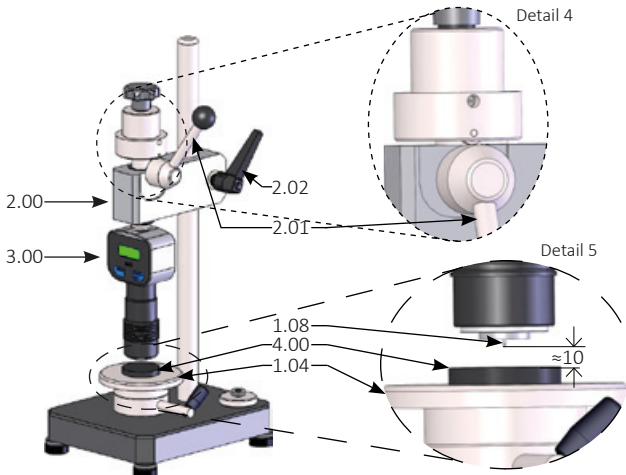

Abb. 6 Härteprüfung Shore A, B, 0, A0, E, L/c, Asker C
- › Verschieben Sie den Aufnahmearm (2.00), so dass sich der Eindringkörper des Härteprüfgerätes (3.00) vertikal ≈ 10 mm über dem Prüfling befindet (siehe Detail 4, Abb. 6). Bei zu großem Abstand liegt die Auflagefläche des Härteprüfgerätes nicht auf dem Prüfling auf. Dadurch kommt es zu Fehlmessungen.
- › Schwenken Sie den Belastungshebel (2.01) nach unten, bis das Gewicht nicht mehr auf der Exzentrzscheibe des Belastungshebels (2.01) aufliegt (siehe Detail 5, Abb. 6).